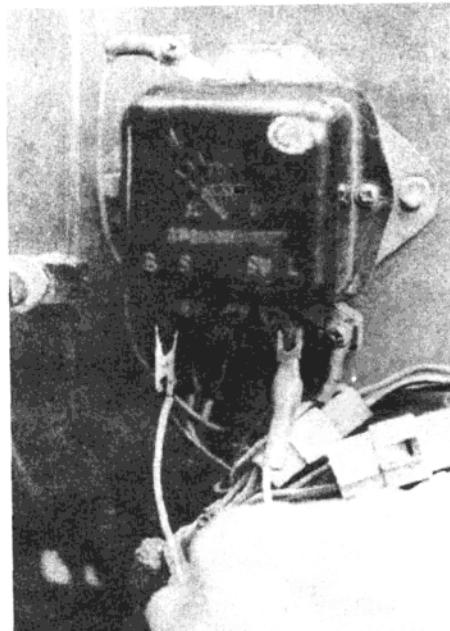
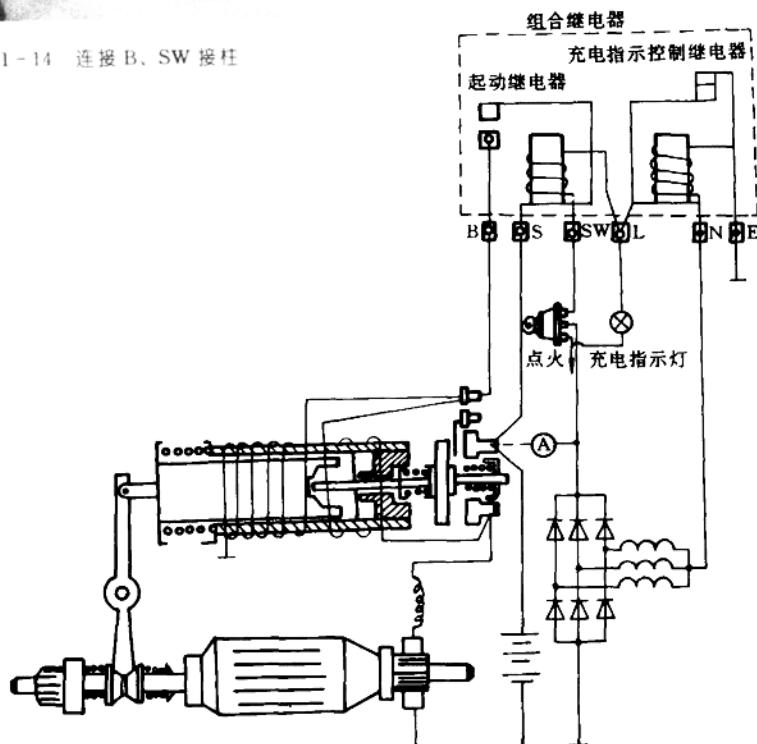

图 1-1-14 连接 B、SW 接柱
图 1-1-15 组合继电器电路
(2) 用起子搭接起动机的火线与开关两接柱后, 如起动机能转动, 说明故障在起动机的外电路。这时, 对于解放 CA1091 型汽车来说, 可用起子或导线连接组合继电器上的 B 和 SW 接柱, 如图 1-1-14 所示, 组合继电器的线路连接如图 1-1-15。